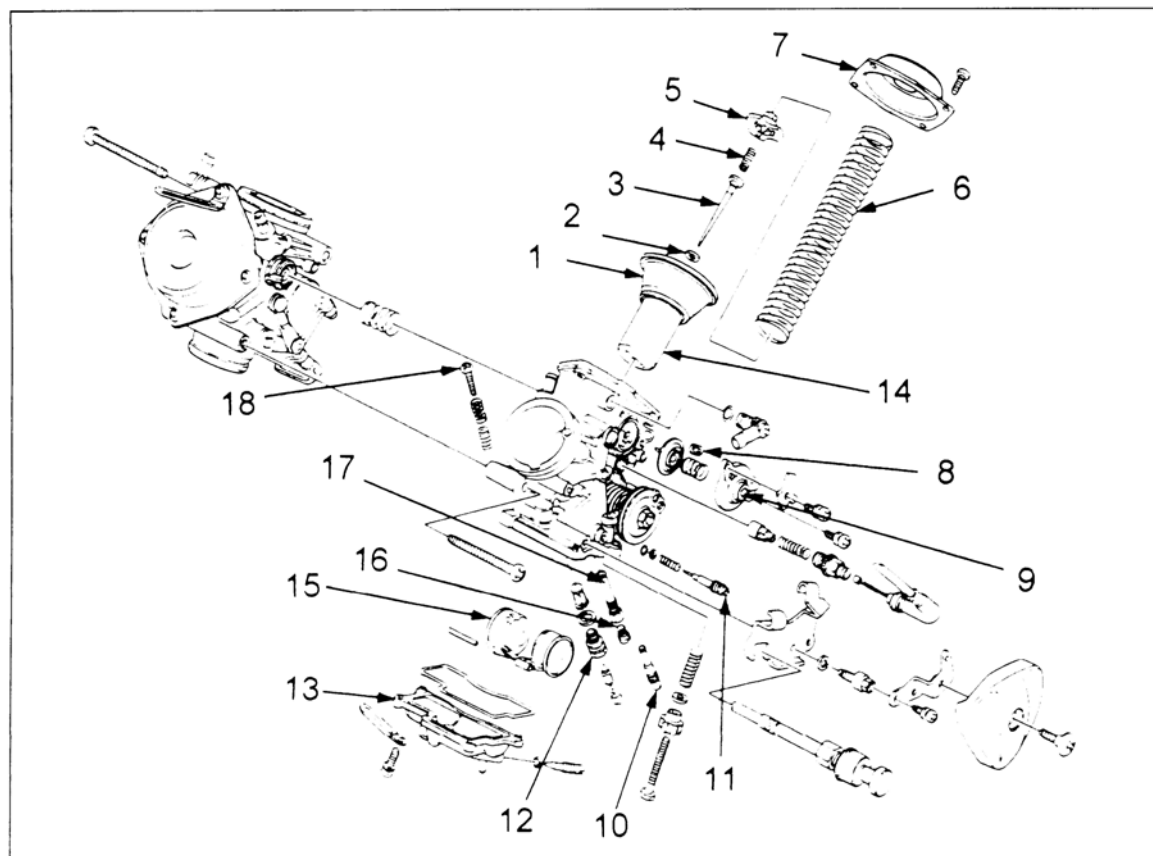

Bild 37
- Abstimmsschraube ⑧ Bild 37 ausdrehen.
- Vier Kreuzschlitzschrauben (Bild 37) von oben